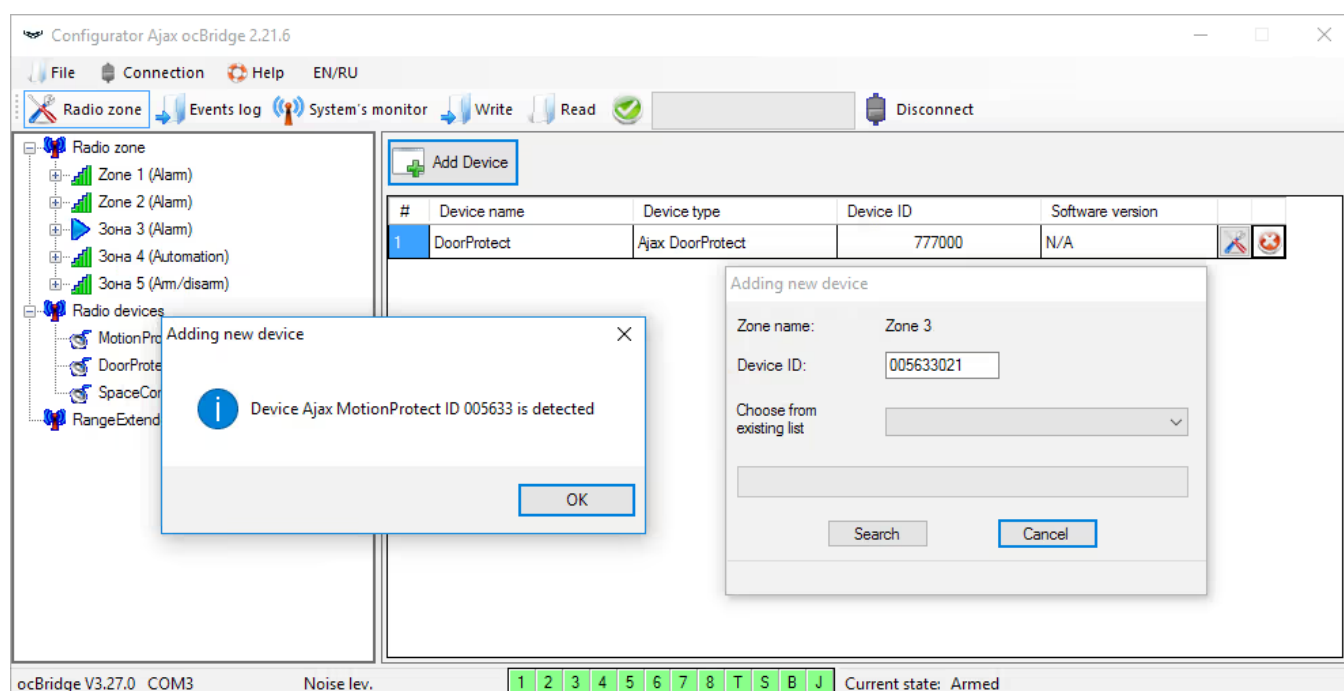

Figura 4. Finestra di registrazione del dispositivo
sensores (ID), visibile sul sensore stesso sotto al codice QR, e avviare la ricerca facendo clic sul pulsante **“Search”** (Figura 4).
4. Quando i sensori sono registrati con successo nel sistema di sicurezza, fare clic sul pulsante **"Write"** (Figura 4) per salvare i dati di configurazione dei sensori nella memoria del ricevitore ocBridge Plus. Mentre ocBridge Plus è connesso al PC, fare clic sul pulsante **"Read"** (Figura 4) per leggere dalla memoria ocBridge Plus la configurazione dei sensori salvati in precedenza.